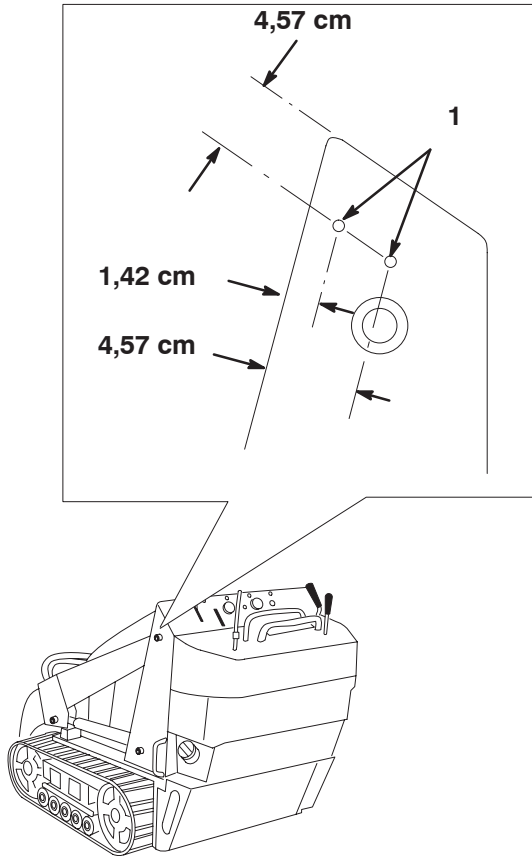

Figura 3
1. Prendete le misure partendo dai bordi come illustrato nella figura 3 e contrassegnate le posizioni dei fori per il montaggio della staffa di protezione.